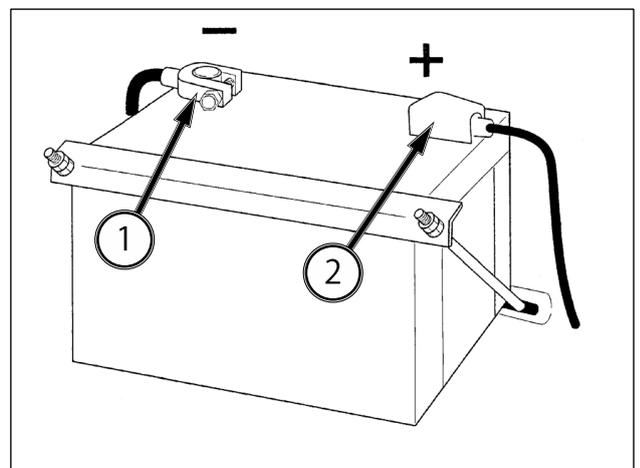

FIG. 111
FIG. 111: Para reemplazar la batería, desconecte primero el cable negativo (-) (1) y seguidamente el cable positivo (+) (2). Afloje y retire la pata de fijación de la batería y retire la batería del tractor con cuidado.